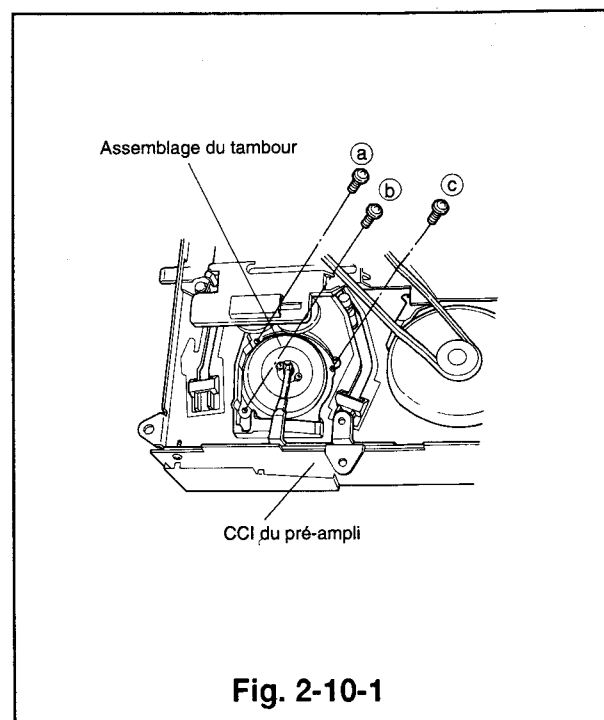

Fig. 2-10-1
- 3) Dévisser les trois vis (a, b, c) sur le côté opposé de la platine et déposer l'assemblage du tambour. (Se référer à la Fig. 2-10-1.)
- 2) Tout en maintenant l'assemblage du tambour, renverser la platine et fixer l'assemblage du tambour à l'aide des trois vis (a, b, c). (Serrer les vis dans l'ordre a, b, c et serrer à nouveau la vis (a).) (Voir la Fig. 2-10-1.)
- 3) Dévisser les trois vis (a, b, c) sur le côté opposé de la mécanique et déposer l'assemblage du tambour. (Se référer à la Fig. 2-10-1.)
- 2) Fixer l'assemblage du tambour à l'aide des trois vis (a, b, c) sur le côté opposé de la platine. (Serrer les vis dans l'ordre a, b, c, puis serrer à nouveau la vis (a).) (Voir la Fig. 2-10-1.)